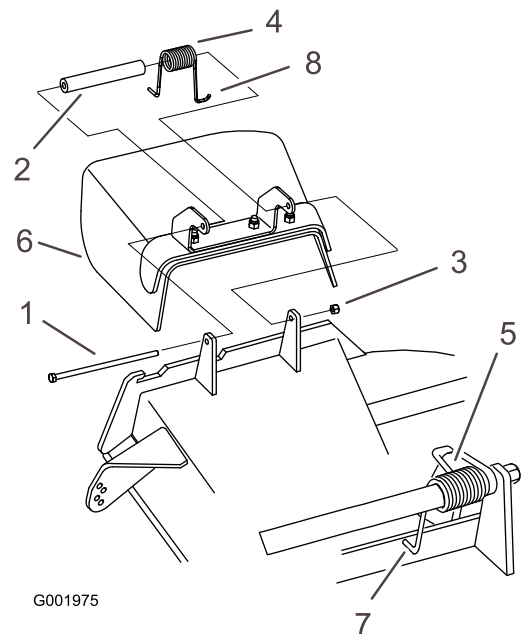

Figure 60
1. Retirez le contre-écrou, le boulon, le ressort et l'entretoise qui fixent le déflecteur aux supports de pivot (Figure 60). Enlevez le déflecteur s'il est endommagé ou usé.
Remarque: Prenez soin de placer l'extrémité en **L** du ressort derrière le bord du plateau avant de mettre le boulon en place, comme indiqué à la Figure 60.
3. Remettez le boulon et l'écrou. Accrochez l'extrémité en **J** du ressort au déflecteur d'herbe (Figure 60).